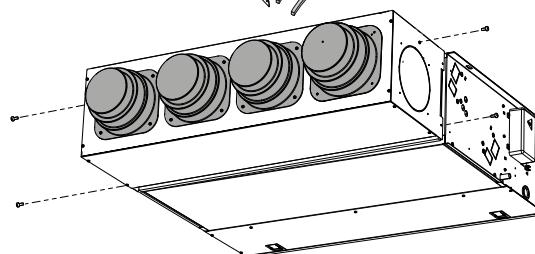

Fig. 3
- Fije el accesorio PM_V a la boca de impulsión de la unidad con los cuatro tornillos suministrados (fig. 3).